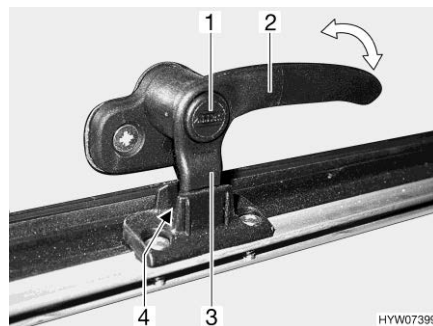
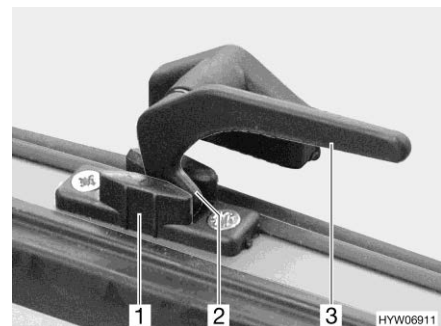

Bild 100 Låsarm med låsknapp i läget "kontinuerlig vädning"
Bild 101 Låsarm i läget "kontinuerlig vädning"
- I läget "kontinuerlig vädning" (Bild 100 och Bild 101)
- Tryck på låsknappen (Bild 100,1) om sådan finns och håll den nedtryckt.
- Sväng låsarmen (Bild 100,2 eller Bild 101,3) ett kvarts varv mot fönstrets mitt.
- Vrid tillbaka låsarmen. Därvid måste låsarmens låsspak (Bild 100,3 eller Bild 101,2) föras in i spåret på fönsterlåsen (Bild 100,4 eller Bild 101,1).
- Släpp låsknappen (Bild 100,1) om sådan finns.